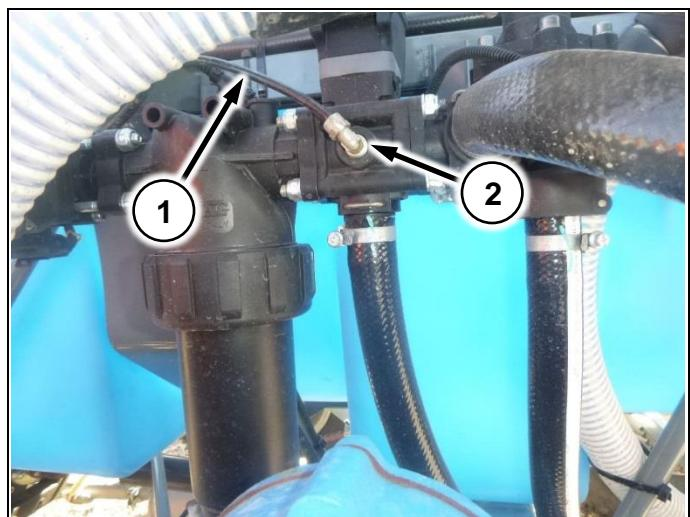

Рис. 48
6. Соедините нейлоновую трубку (Рис. 48/1) от манометра хим. системы с фитингом на гидораспределителе (Рис. 48/2)